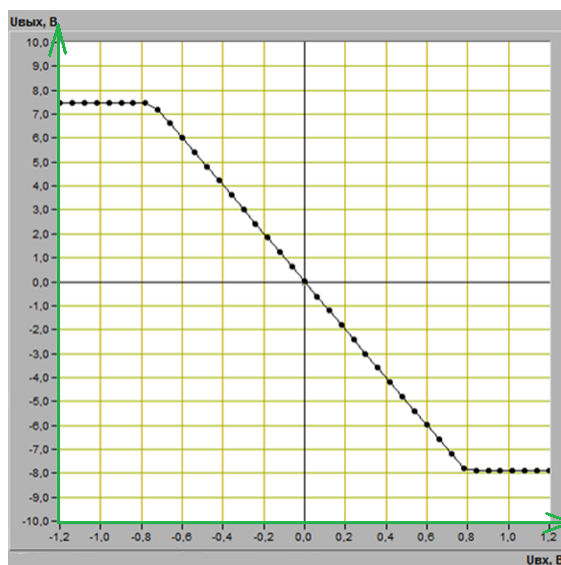

Рисунок 4.2 – График передаточной характеристики инвертирующего усилителя
**4.1.2** С помощью цифрового элемента управления, находящегося на передней панели ВП, установим диапазон изменения входного сигнала ( $U_{вх.min} = -1,2\text{В}$ ,  $U_{вх.max} = 1,2\text{В}$ ) и пределы изменения выходного сигнала ( $U_{вых.min} = -10\text{В}$ ,  $U_{вых.max} = 10\text{В}$ ). Нажмем на панели ВП кнопку «Измерение». На графическом индикаторе ВП появится изображение передаточной характеристики инвертирующего усилителя (рисунок 4.2).